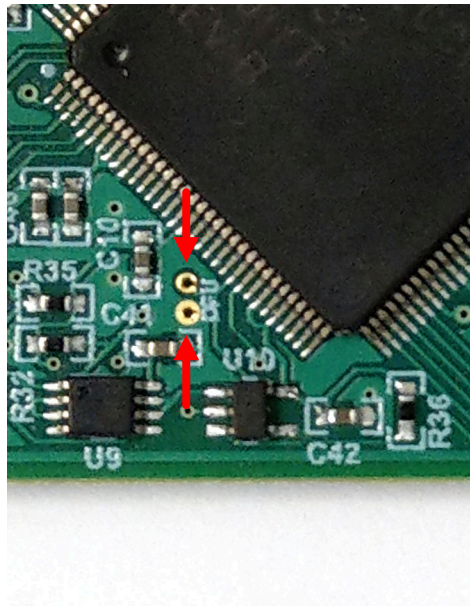

图 3-1. 用于手动进入 DFU 模式的测试点
- 使用一对镊子（或导线）短接标记为 DFU（如图 3-1 所示）的两个测试点时，按下并松开 *RESET* 按钮。